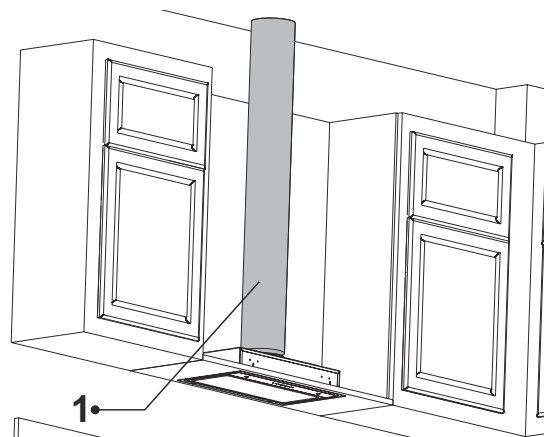

Fig. 30
11. Tilslut nu aftrækskanalen ml. emhætte og motorkabinet (Fig. 30).